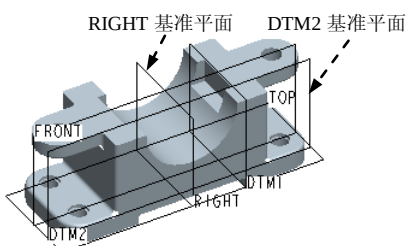
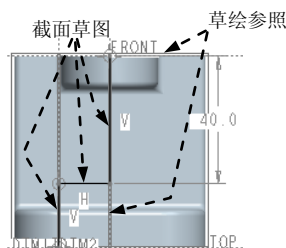

图 3.12.23 选取基准平面
图 3.12.24 绘制截面草图
Step5. 绘制偏距剖面草图。在 **▼ SETUP SK PLN (设置草绘平面)** 菜单中, 选择 **Setup New (新设置)** $\rightarrow$ **Plane (平面)** 命令, 然后选取图 3.12.23 所示的 RIGHT 基准平面为草绘平面; 在 **▼ DIRECTION (方向)** 菜单中, 选择 **Okay (确定)** 命令; 在 **▼ SKET VIEW (草绘视图)** 菜单中, 选择 **Left (左)** 命令; 在弹出的 **▼ SETUP PLANE (设置平面)** 菜单中, 选择默认的 **Planar (平面)** 命令, 再选取图 3.12.23 所示的基准平面 DTM2; 选取图 3.12.23 所示的 FRONT 基准平面和边线作为草绘参照; 单击  按钮, 绘制图 3.12.24 所示的偏距剖面草图, 完成后单击  按钮。